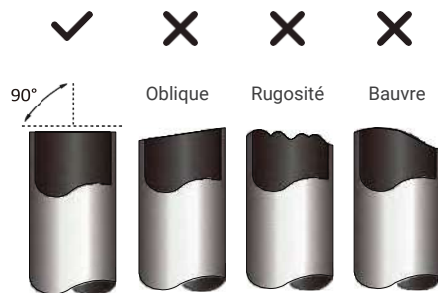

Fig. 5.1
3. Veillez à découper la conduite en respectant un angle parfait de 90°. Reportez-vous à la Fig. 5.1 pour obtenir des exemples de mauvaise découpe.